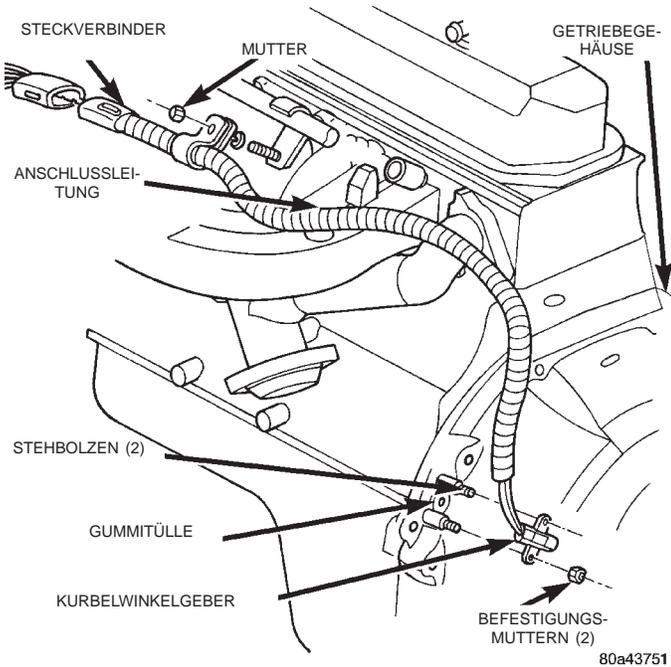
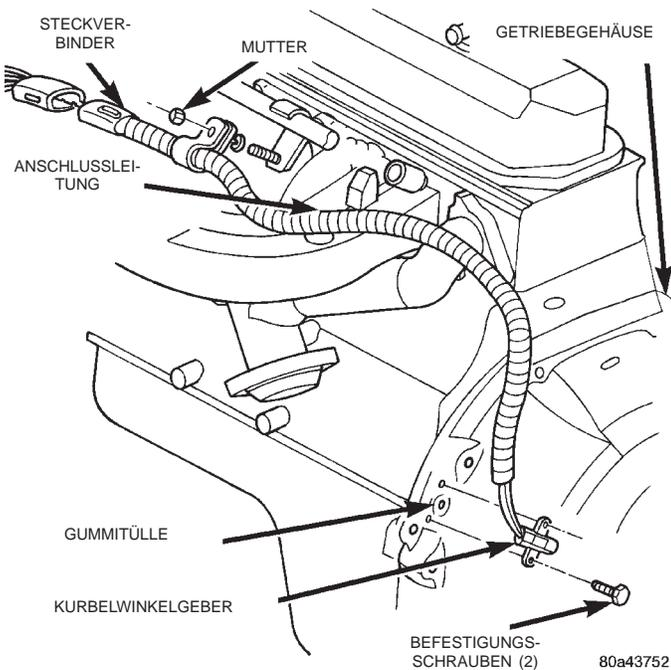

Abb. 7 Kurbelwinkelgeber — 2.5L-Motor
Abb. 8 Kurbelwinkelgeber — 4.0L-Motor
- (9) Je nach Ausstattung die Kabelbäume an Getriebe und Verteilergetriebe lösen.
- (10) Je nach Ausstattung den Entlüftungsschlauch des Verteilergetriebes abziehen.
- (11) Je nach Ausstattung die Steckverbinder von allen Bauteilen an Getriebe oder Verteilergetriebe abziehen.
- (12) Je nach Ausstattung das Verteilergetriebe mit einem Getriebeheber abstützen.
- (13) Je nach Ausstattung das Verteilergetriebe mit Sicherheitsketten am Getriebeheber befestigen.
- (14) Je nach Ausstattung das Schaltgestänge für die Bereichswahl am Verteilergetriebe lösen.
- (15) Je nach Ausstattung die Befestigungsmuttern lösen, mit denen das Verteilergetriebe am Getriebe befestigt ist.
- (16) Je nach Ausstattung das Verteilergetriebe ausbauen.
- (17) Den Kurbelwinkelgeber ausbauen (Abb. 7), (Abb. 8).